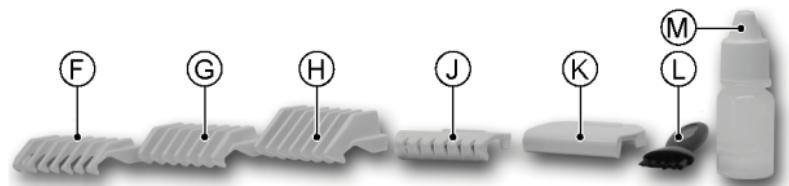

Abbildung 1: Geräteteile des Haarschneiders und Zubehörteile.
1. Schalten Sie den Haarschneider aus, indem Sie den Ein/Aus-Schalter (Figure 1, B) nach unten schieben.
3. Schließen Sie das Netzteil (Figure 1, E) an die Netzsteckdose an. Die Ladeanzeige (Figure 1, C) leuchtet auf.
Entfernen Sie den Klingenschutz (Figure 1, K) und schalten Sie den Haarschneider ein, indem Sie den Ein/Aus-Schalter (Figure 1, B) nach oben schieben.
- Nach einer Betriebszeit von 30 Minuten schalten Sie den Haarschneider aus, indem Sie den Ein/Aus-Schalter nach unten schieben (Figure 1, B).
- Schalten Sie den Haarschneider aus, indem Sie den Ein/Aus-Schalter (Figure 1, B) nach unten schieben.
- Setzen Sie den Klingenschutz auf (Figure 1, K).